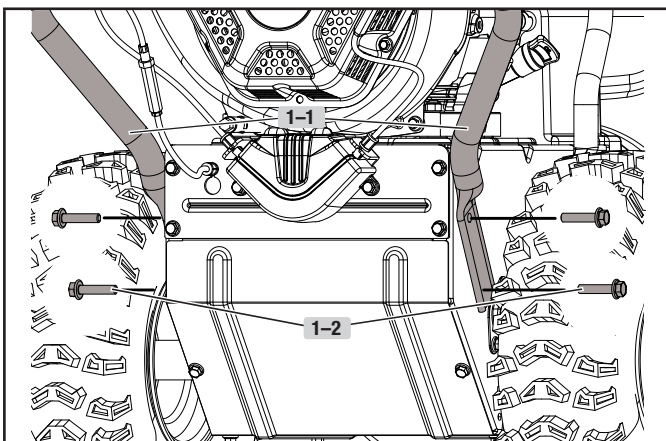

Figure 1
1. Fixez la partie inférieure du guidon (1-1) sur le corps de la machine au moyen de 4 boulons autotaraudeuse (1-2) en utilisant l'outil inclus ou vorte proper cle de 13mm. (figure 1)